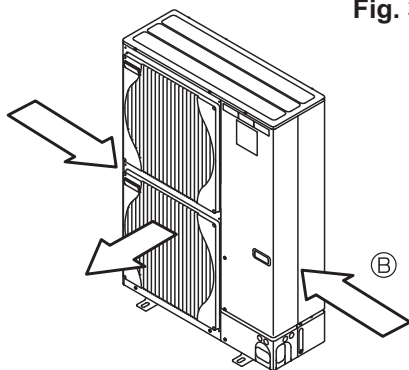

Fig. 3-4
- ③ Εγκαταστήστε τη μονάδα με τρόπο ώστε ο αέρας που βγαίνει από το στόμιο εξαγωγής να φυσά κάθετα σε σχέση με την κατεύθυνση του ανέμου, εάν αυτό είναι δυνατό. (Fig. 3-4)